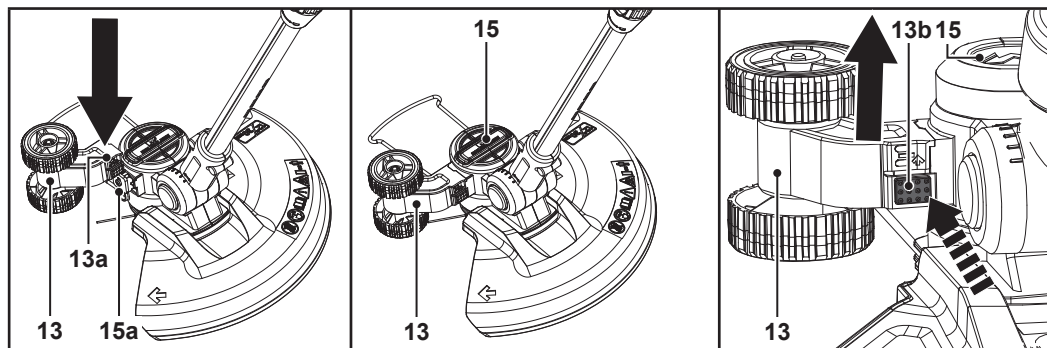

Fig. 2
1. Alinhe as ranhuras de encaixe (13a) da roda de aparar (13) com o suporte do aparador (15a) na cabeça de corte (15) (Fig. 2).
2. Faça deslizar a roda de aparar (13) para dentro. Certifique-se de que encaixa no lugar (Fig. 2).
3. **Remover:** Pressione o botão de libertação (13b) e remova a roda de aparar (13) do suporte do aparador (15a) (Fig. 2).